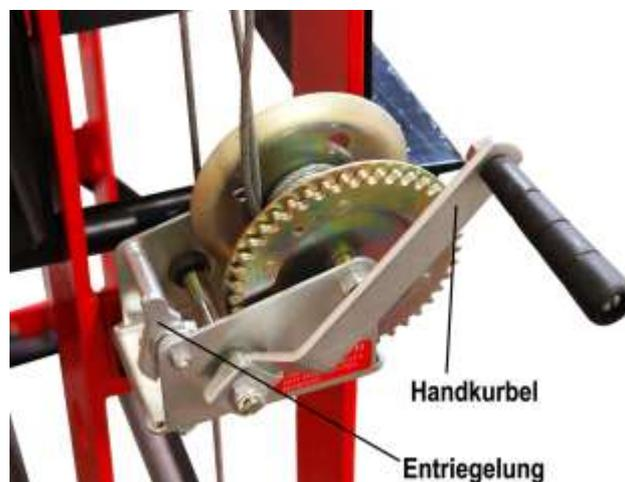

Abb.4
- Drehen Sie die Handkurbel im Uhrzeigersinn, dadurch wird der gesamte Arbeitstisch nach oben gezogen. Anschließend können Sie die zwei Bolzen (10) aus den Pfosten herausziehen und in eine beliebige Bohrung der Pfosten schieben. Achten Sie darauf, dass sich die Bolzen immer auf derselben Höhe befinden.
- Um den Arbeitstisch auf die Bolzen abzulassen, müssen Sie die Entriegelung (Abb. 4) betätigen und die Handkurbel gegen den Uhrzeigersinn drehen.